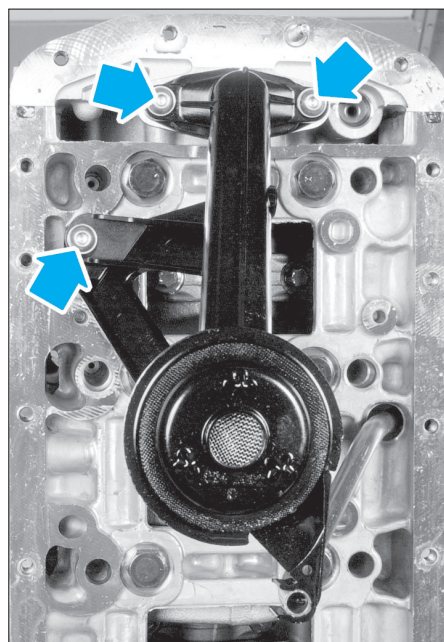

Fig. 13
- les vis de fixation de la crépine (Fig.13).